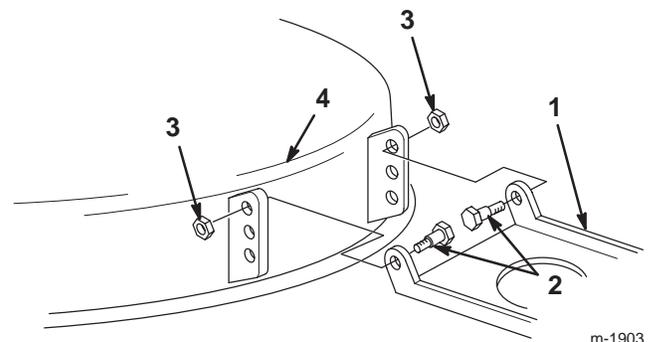

Bild 47
18. Bewegen Sie, wenn sich die 6- bis 16-mm-Neigung nach vorne nicht durch Drehen der Neigungseinstellmutter herbeiführen lässt, die Mähwerkbefestigungshalterung am Mähwerk (Bild 47).
19. Entfernen Sie die Ansatzschrauben und Sicherungsmuttern vom Mähwerk (Bild 47).
20. Verlegen Sie das Mähwerkgelenk ein Loch tiefer und installieren Sie die Ansatzschrauben und Sicherungsmuttern (Bild 47).